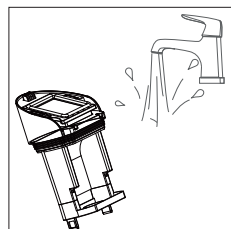

Fig. 18 – Limpieza del tapón
- ▶ Limpie el tapón con agua corriente (**véase Fig. 18**).